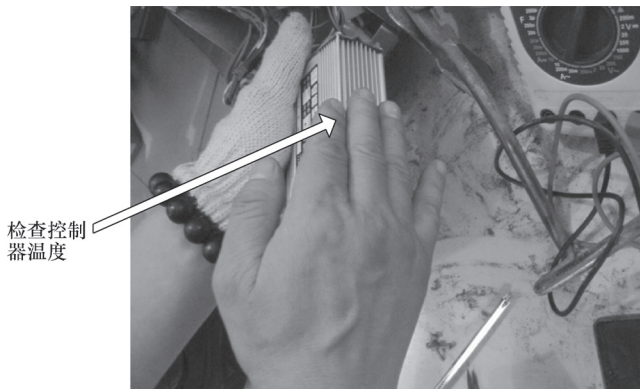

图 8-6 检查控制器温度
- 3) 没想到电动机运行 20min 后, 控制器发热严重, 如图 8-6 所示。